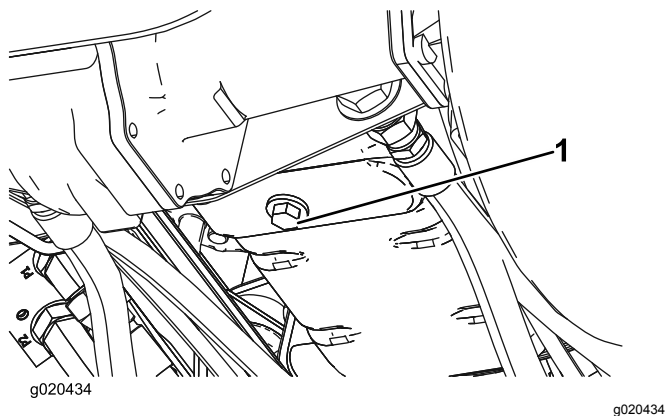

図 29
1. ドレンプラグ図 29 を外してオイルを容器に受ける。オイルが抜けたらドレン・プラグを取り付ける。